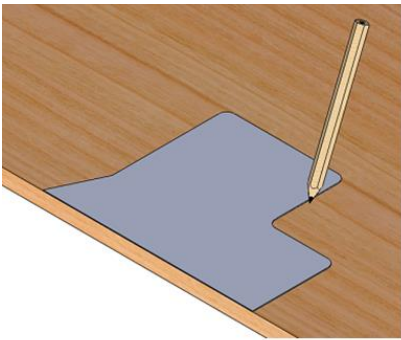

Fig 9
- Die **optionale** Schablone auf eine mind. 20mm dicke Arbeitsplatte legen (Fig9).